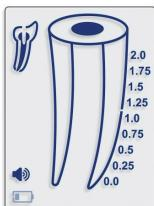

Fig. 2
- 5.2.2. Cuando la batería está baja, aparecerá en pantalla el indicador intermitente de batería baja (Fig. 2). El Find® de Endo-Eze™ seguirá funcionando normalmente aun con la batería baja, pero esta se deberá sustituir antes de que se agote.